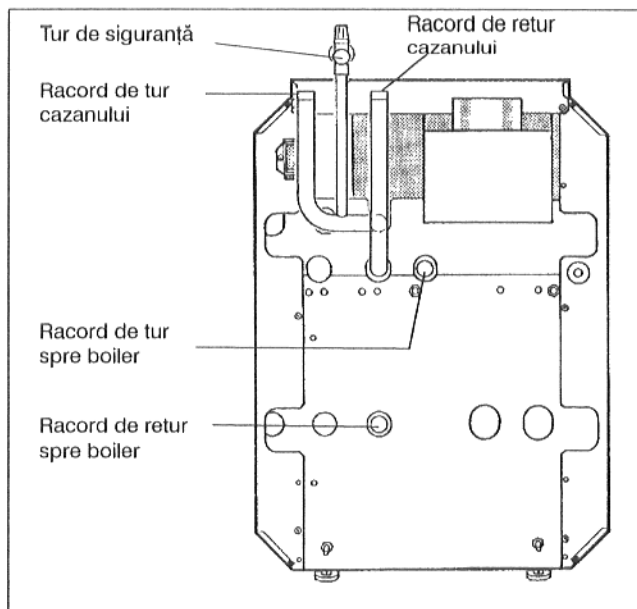

Fig. 8: Racorduri de apă la cazanul G124 XV
- Se deșurubează manometrul de pe ventilul de siguranță, se montează ventilul de siguranță pe turul de siguranță (Fig. 8) și manometrul se înșurubează din nou pe ventilul de siguranță.
Pentru garantarea bunei funcționări a cazanului fiecare racord trebuie realizat la locul prevăzut (Fig. 8).
În cazul în care nu se folosește un boiler pentru apă caldă menajeră racordurile tur și retur destinate acestuia se închid (Fig. 8)